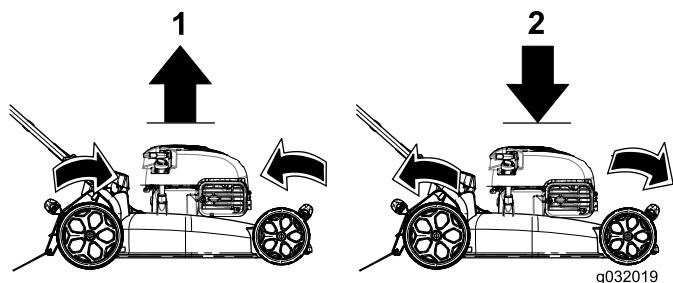

Figure 14
**Remarque:** Pour élever ou abaisser la machine, déplacez les leviers de hauteur de coupe comme montré à la Figure 14.